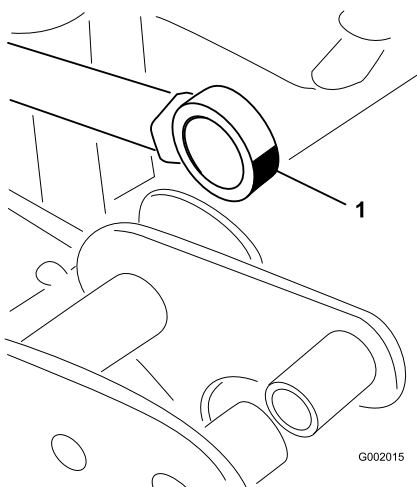

Figura 65
5. Manipule a extremidade do rolamento da barra do acionador e aplique massa lubrificante no rolamento (Figura 65).